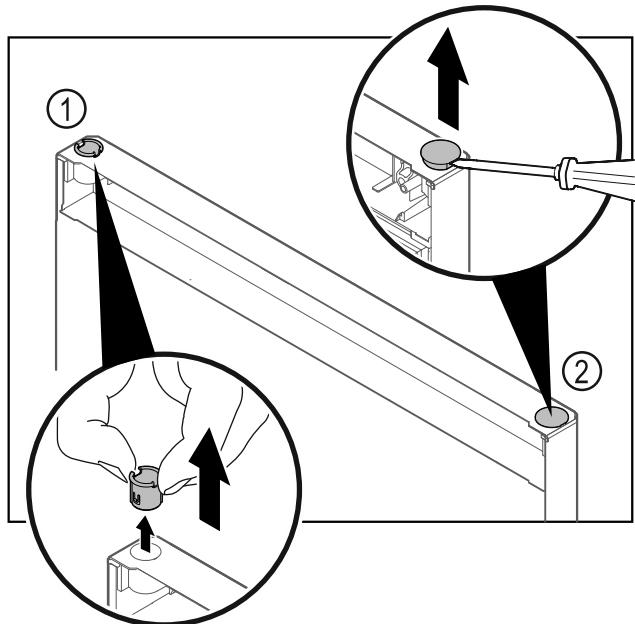

Fig. 24
- Пальцами вытяните шарнирную втулку Fig. 24 (1).
- Шлицевой отверткой осторожно подцепите и извлеките заглушку Fig. 24 (2).